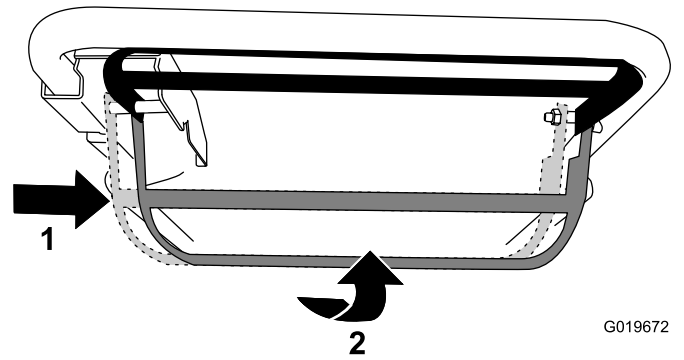

Figure 15
- **Pour utiliser l'autopropulsion et engager la lame :** Déplacez la barre de commande de la lame complètement à droite et relevez-la contre le guidon (Figure 15).